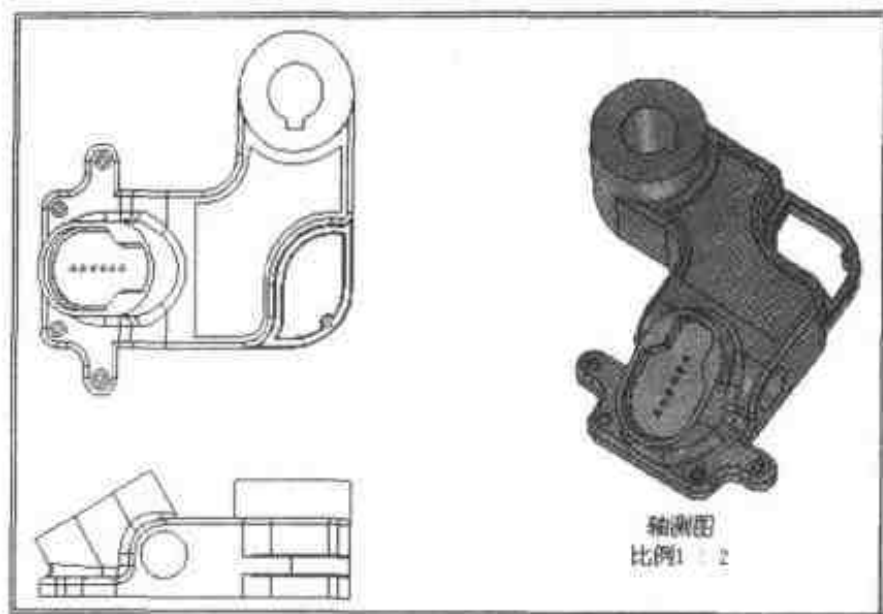

图 2.61 调整后的布局图
- (2) 右击轴测视图, 然后选择【明暗图渲染】命令。
- (3) 使用同样的方法, 将【正视图】和【顶视图】的比例改为 1:2, 图形现在应如图 2.61 所示。